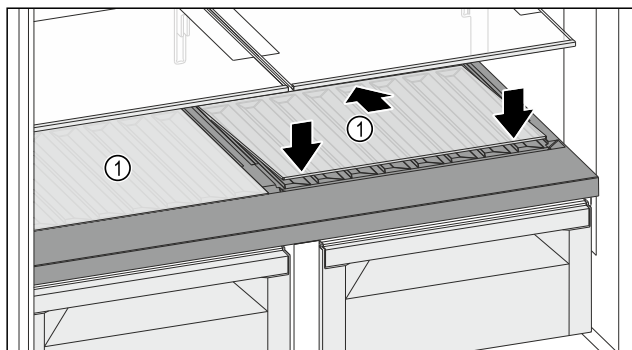

Fig. 123
- ▶ Glasplatte Fig. 123 (1) schräg und nach hinten unten geneigt ansetzen.
- ▶ Glasplatte Fig. 123 (1) vorne absenken.